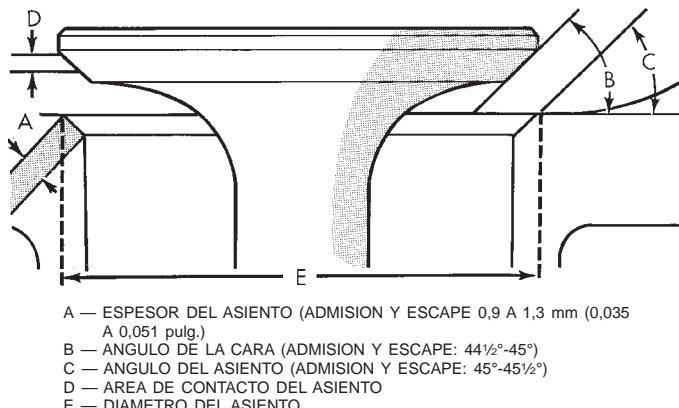

Fig. 107 Rectificación de los asientos de válvula
(7) Cuando el asiento se emplaza correctamente, el espesor de los asientos de admisión y escape debe ser de 0,75 a 1,25 mm (0,030 a 0,049 pulg.) (Fig. 107).